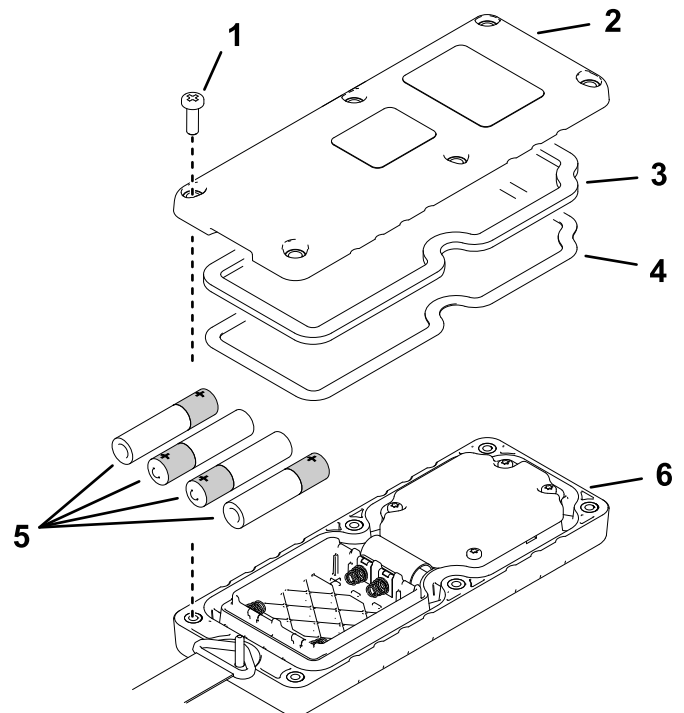

Figura 6
2. Inserte cada pila nueva en su alojamiento observando la polaridad correcta (Figura 6).
3. Asegúrese de que la junta de acero y la junta de goma están asentadas en la ranura del control remoto, y coloque la tapa trasera (Figura 6).
4. Sujete la cubierta con 6 tornillos (Figura 6) y apriételos a 1.5 – 1.7 N·m (13 – 15 pulgadas-libra).